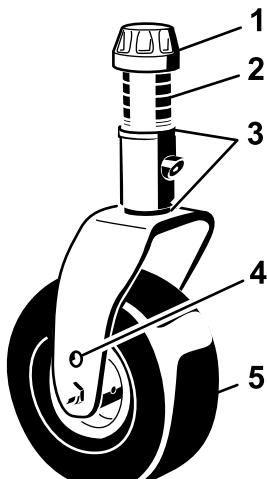

Figura 15
- Retire el casquillo tensor del eje (Figura 15) y deslice el eje fuera del brazo de la rueda giratoria. Coloque los 2 suplementos en el eje de la misma forma que en la instalación original. Estos suplementos son necesarios para obtener el mismo nivel en toda la anchura de las unidades de corte. Coloque el número adecuado de espaciadores de 13 mm (consulte la tabla siguiente) en el eje para conseguir la altura de corte deseada, luego coloque la arandela en el eje.